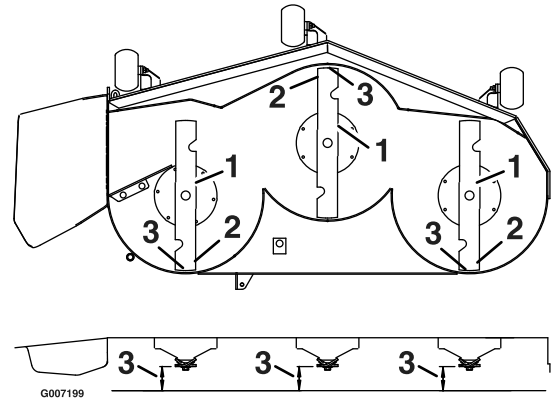

Bild 76
8. Prüfen Sie die Schnittmesserneigung in Längsrichtung (Bild 76). Stellen Sie sicher, dass die vordere Messerspitze niedriger als die hintere Messerspitze ist, wie in der Blockhöhen-